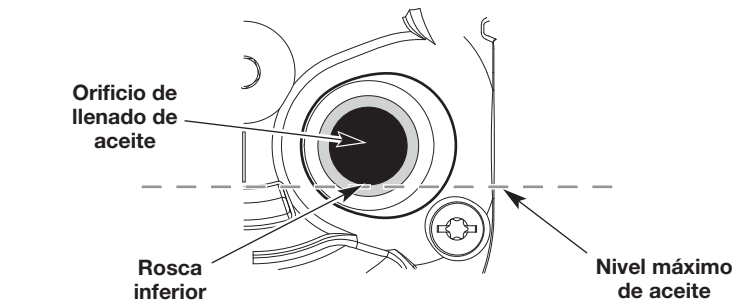

Fig. 27
5. Observe el interior del orificio de llenado de aceite; use una linterna si es necesario. **El nivel de aceite sólo debe tocar la rosca inferior del orificio de llenado de aceite** (Fig. 27).